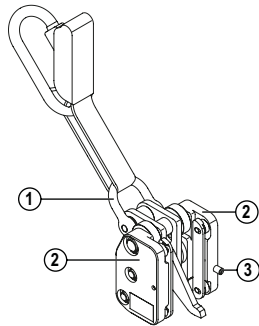

Abb. 16 Sicherungsläufer (GÜFA 5)
1. Sicherungsläufer am Schäkkel (1) und Grundkörper (2) mit leichtem Zug nach unten halten und in Führungsrichtung in die Steigschutzschiene führen.
2. Die Schaftschraube (3) verhindert das falsche Einführen in die Steigschutzschiene (Abb. 16).